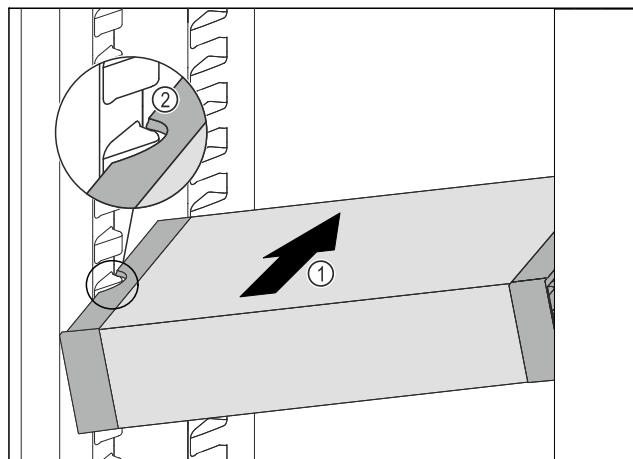

Fig. 129
- ▶ Skub VarioSafe skråt ind i kølesektionen, Fig. 129 (1) indtil udsparingerne i siden Fig. 129 (2) på VarioSafe er på niveau med beholderribben i kølesektionen.